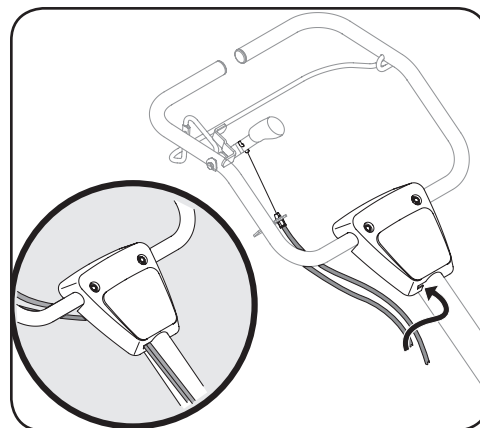

Figure 3-3
5. Fixez les câbles au guide-câbles qui se trouve sur le panneau de la poignée. Voir Figure 3-3.